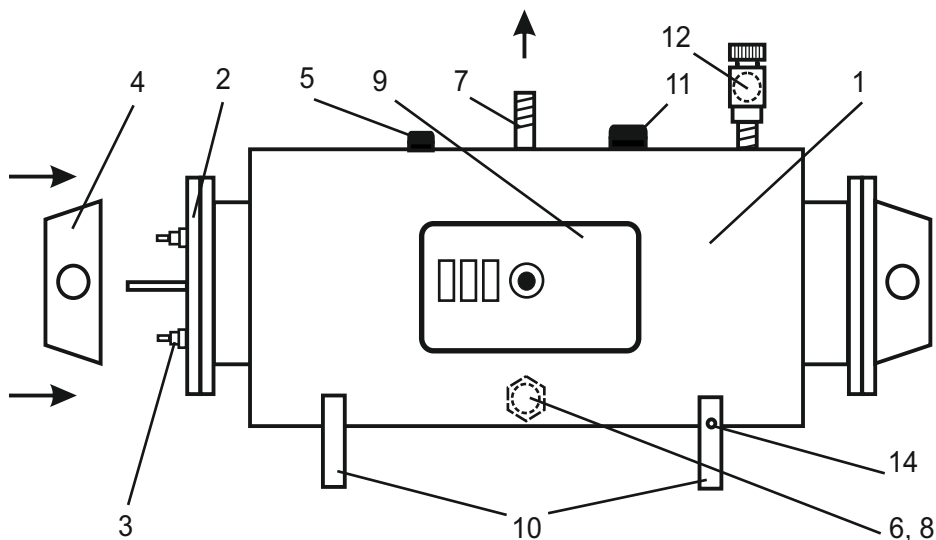

Рисунок 2.
Водонагреватели ЭПВН-36; -42; -48; -54; -60 (рис.2) в основном отличаются тем, что у них количество секций (3) и количество защитных кожухов (4) увеличено до двух.